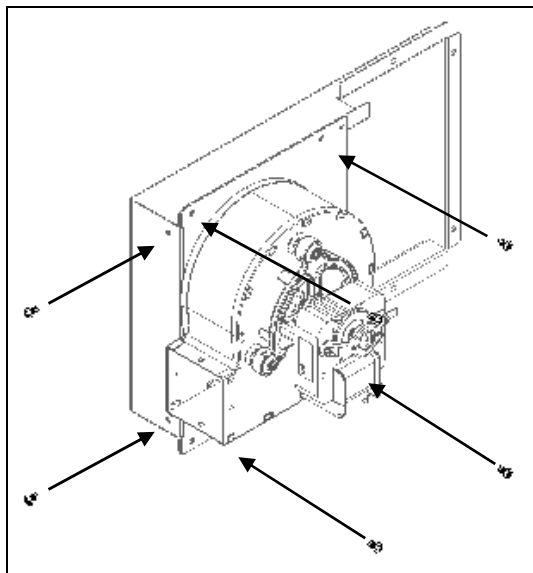

Figura 93 - Fijación del apoyo con el ventilador
e) Atornille el conjunto de la Figura 93 en la fase lateral de la cámara de combustión usando 6 tornillos (A) en los orificios preparados.